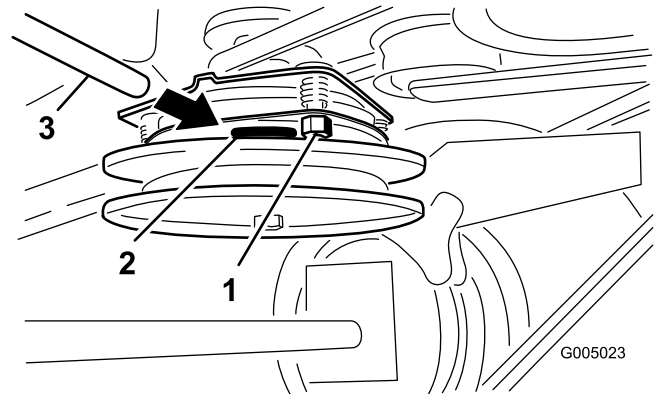

Figura 46
- Apriete las contratuercas hasta que empiece a notar una ligera fricción en la galga, pero dejando que ésta se mueva con facilidad en el entrehierro (Figura 46).